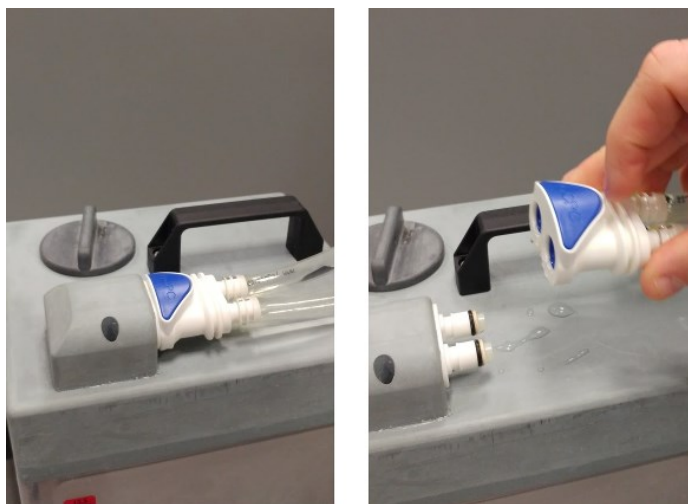

Figure 12-3
Étape 5. Débrancher les conduites. **Voir Figure 12-3.**
Étape 10. Rebrancher les tuyaux au réservoir et le placer dans son compartiment sur l'unité d'entrée (FE).
Étape 11. S'assurer que le tuyau du système de distribution d'eau est connecté à l'unité d'entrée (FE). **Voir Figure 12-3**